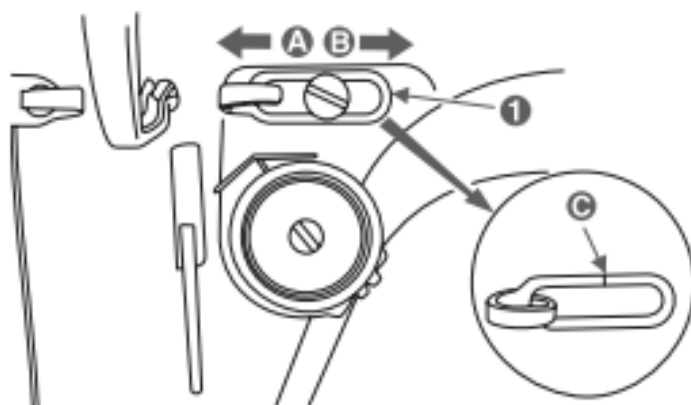

Рис. 10
1. При шитье тяжелых тканей, переместите направлятель нитки 1 влево (рис. 10) в направлении А, чтобы увеличить длину вытягиваемой нитки рычагом нитепритягивателя.